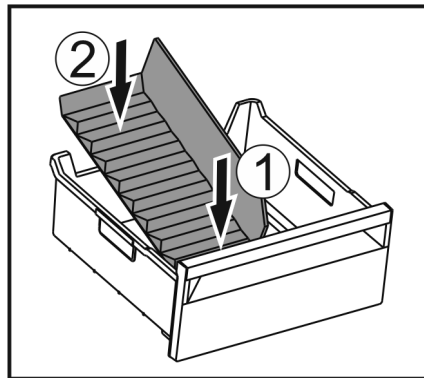

Fig. 79
- ▶ Introduceți partea frontală a separatorului pentru compartimentul de gheață. Fig. 79 (1)
- ▶ Coborâți partea posterioară a separatorului pentru compartimentul de gheață până la baza sertarului. Fig. 79 (2)